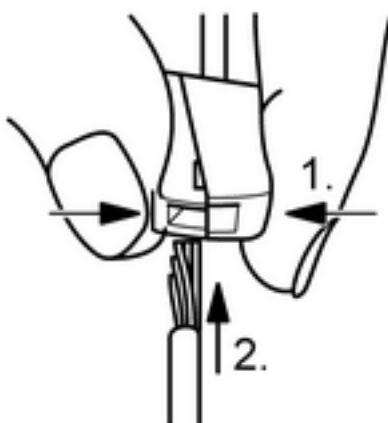

Bild 6: Anschluss des feindrahtigen Leiters
- Klemme auf der Seite mit der eckigen Öffnung zusammendrücken und feindrahtigen Leiter anschließen (Bild 6).